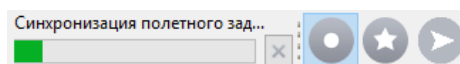

Рис. 107: Индикатор синхронизации полетного задания
3. Внесите необходимые изменения и отправьте их на загрузку, нажав ставшей активной кнопку  **Изменить полетное задание** панели инструментов. Программа автоматически загрузит полетное задание на борт и проверит загрузку (при этом будет показан индикатор загрузки/синхронизации, рис. 107).